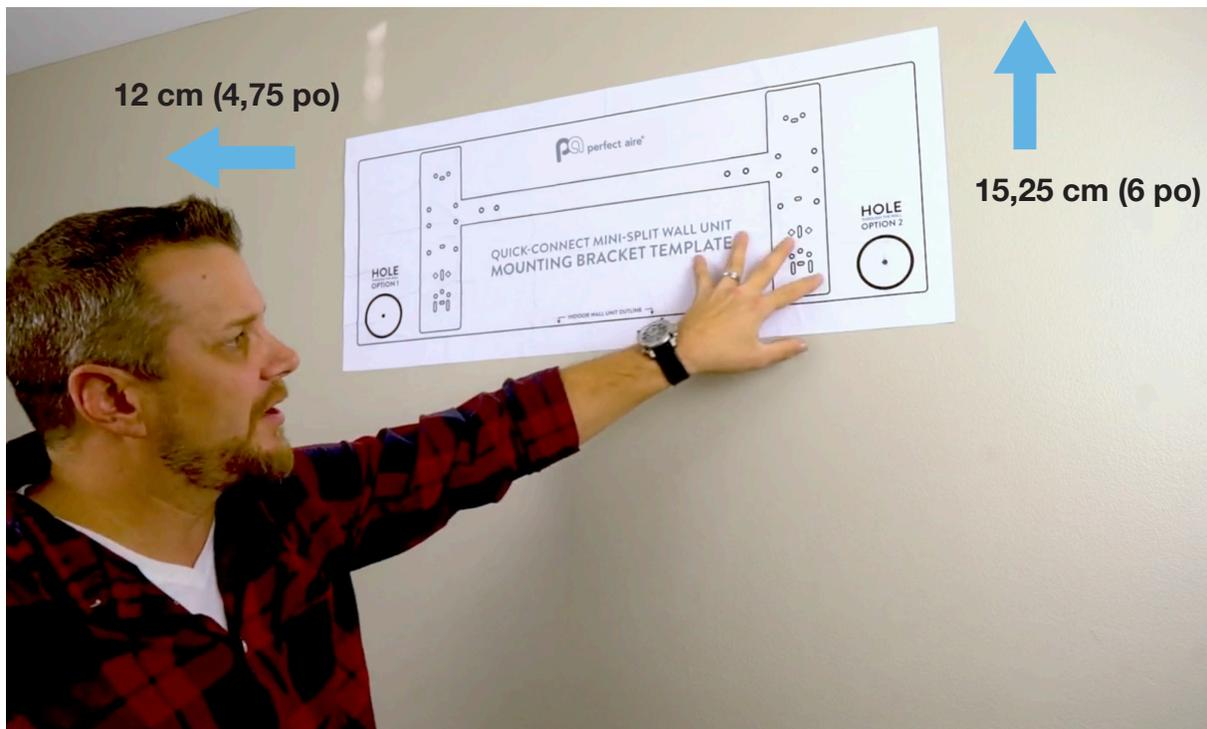

Figure 1.1
- Sur un mur extérieur, à au moins 6 pouces (15,25 cm) du plafond et 4,75 pouces (12 cm) du mur adjacent (se reporter à la figure 1.1).